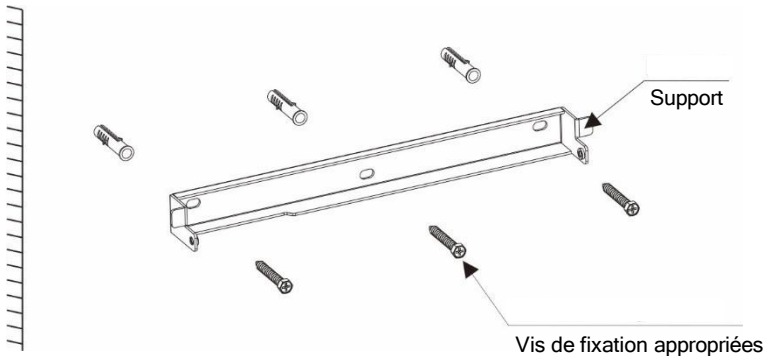

Figure 4.4 Montage mural de l'onduleur
Voir les figures 4.4 et 4.5 pour les instructions de montage de l'onduleur.
2. Assurez-vous que le support est horizontal et que les trous de montage (figure 4.4) sont marqués correctement. Percez les trous dans le mur ou le pilier selon vos repères.